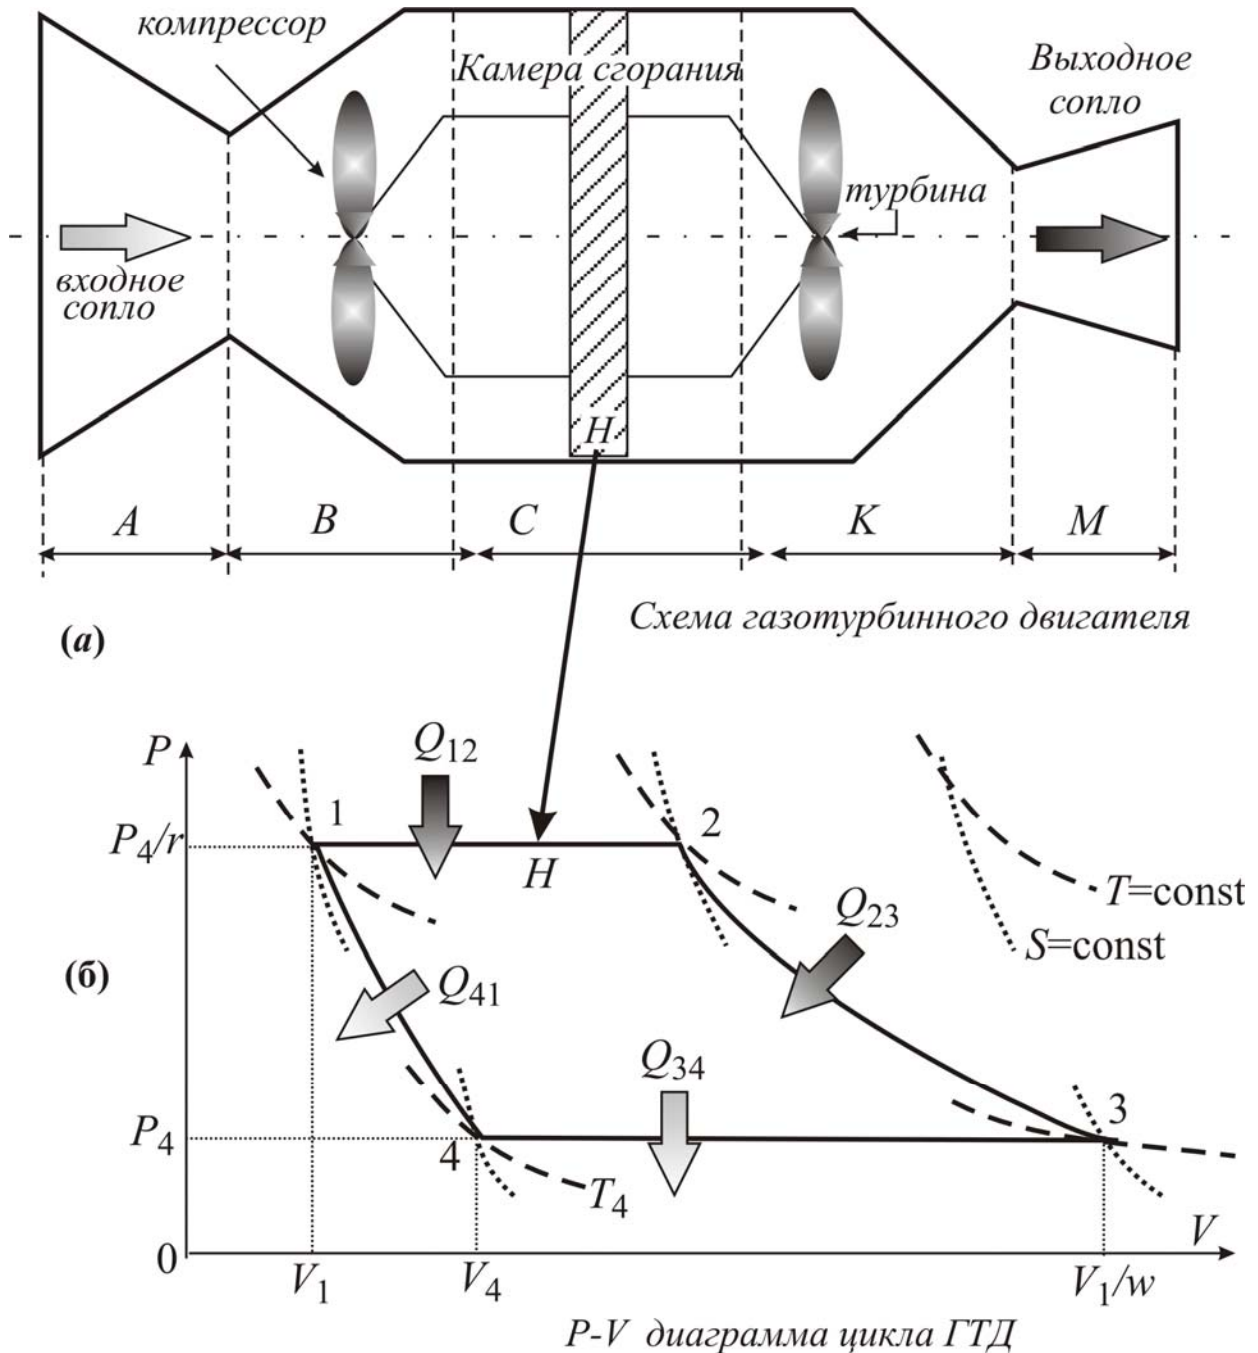

Рис.1. (а) – схема газотурбинного двигателя; (б) – P-V диаграмма цикла ГТД.
Газотурбинные двигатели (ГТД) широко применяются в авиации. Основными элементами ГТД являются (см. рис.1): входное сопло, компрессор (система, нагнетающая воздух из входного сопла в камеру сгорания), камера сгорания, газовая турбина и выходное сопло.
**Упрощенная схема газотурбинного двигателя** приведена на рис. 1а. ГТД включает в себя всасывающее сопло  $A$ , компрессор  $B$ , камеру сгорания  $C$ , турбину  $K$  и выходное сопло  $M$ . Диаграмма  $P-V$  (давление – объем) процессов в цикле приведена на рис. 1 б.